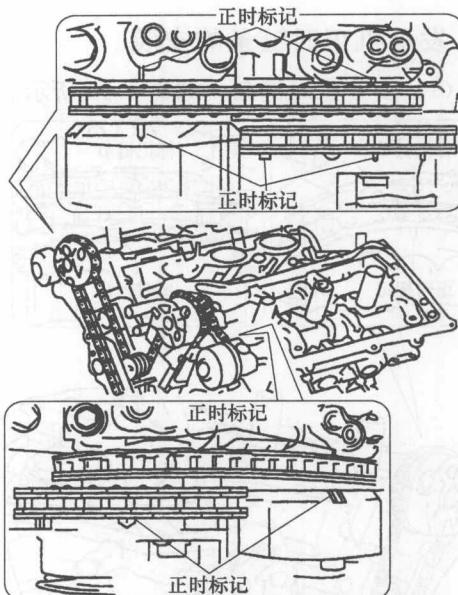

图 1-16 对准凸轮轴正时标记
② 如图 1-16 所示，检查凸轮轴正时齿轮的正时标记是否与轴承盖的正时标记对齐。如果没有对齐，则将凸轮轴转动一圈（ 360° ），对齐上述正时标记。